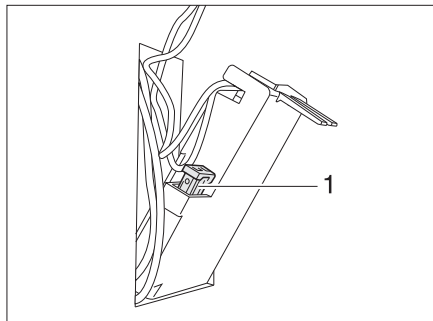

Bild 305 Sicherung der Thetford-Toilette
- Die Sicherung (Bild 305,1) wechseln.